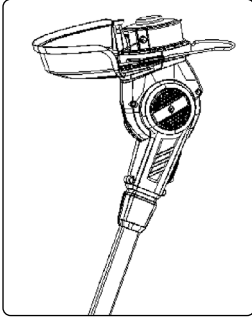
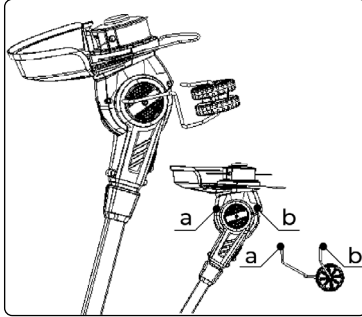
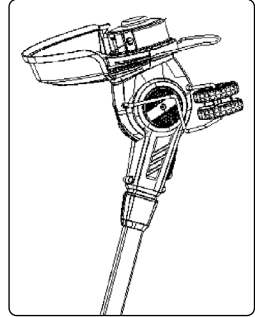

Рис. 9
Рис. 10
Рис. 11
- Закрепите кронштейн ограничителя в специальные отверстия а и b, как показано на Рис. 9, Рис. 10 и Рис. 11.